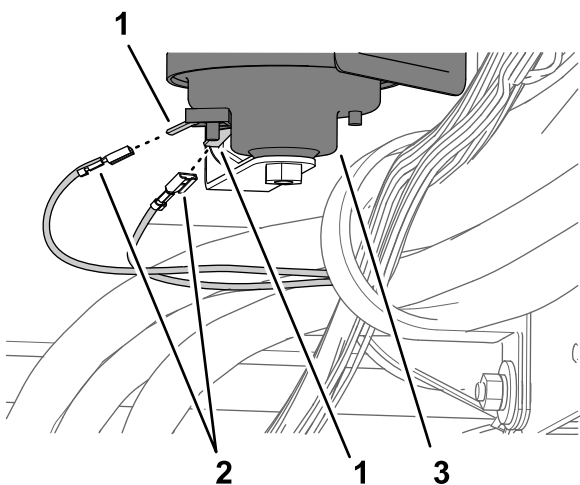

Figura 39
- Collegate i 2 morsetti del cablaggio preassemblato indicati come AVVISATORE ACUSTICO ai 2 connettori elettrici a forcella dell'avvisatore acustico (Figura 39).